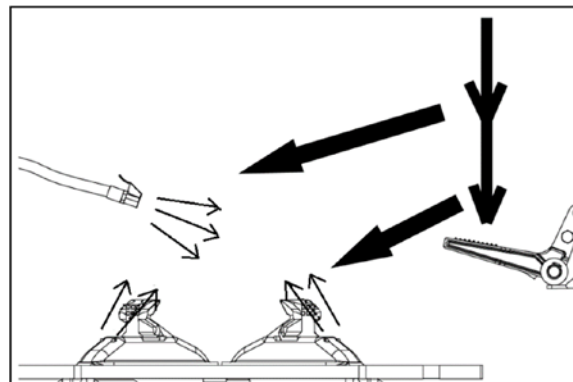

FIG34
- Brug dieselolie til at rense den sekskantede aksel og den kvadratiske tværarm (Fig34)